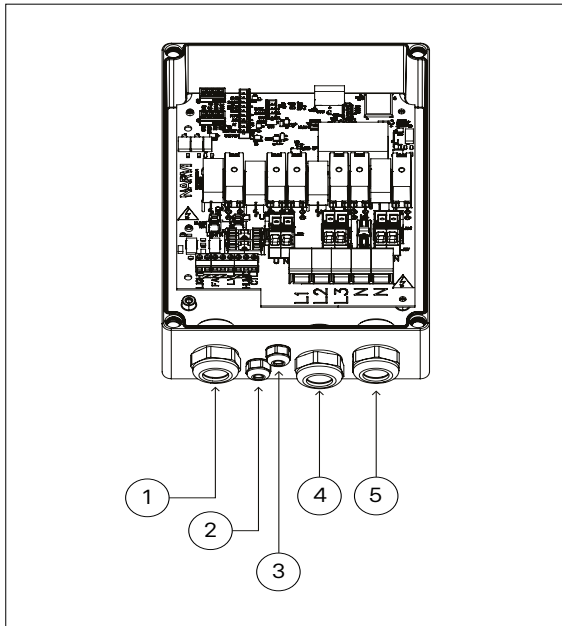
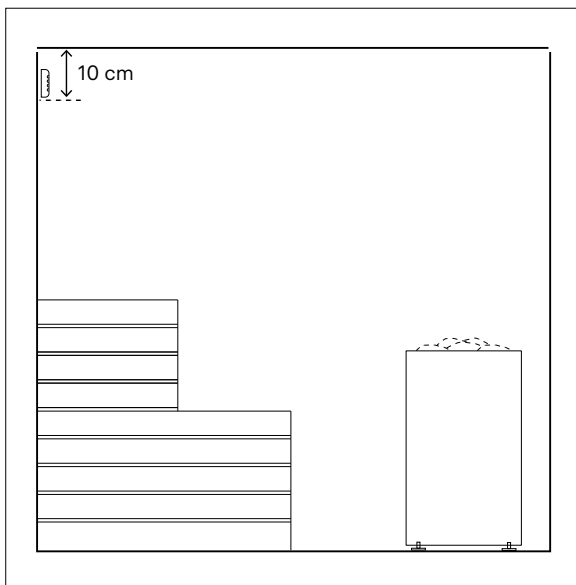
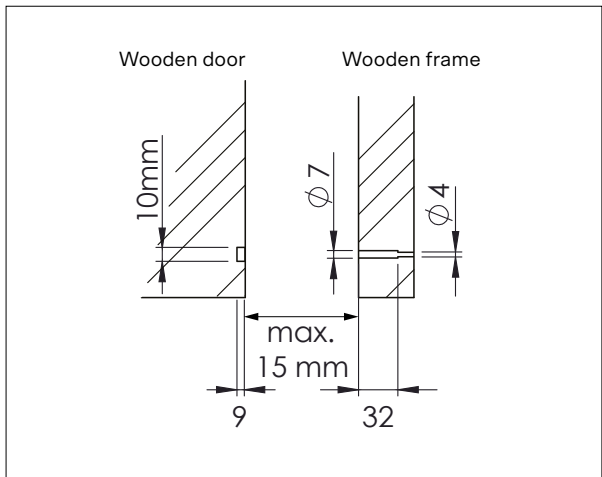

Abbildung 6.4-1 Kabeleingänge der Leistungseinheit
Abbildung 6.7-1: Installation des Feuchtigkeitssensors
Abbildung 6.8-3: die Einbettung des Türsensors und des Magneten
Der Feuchtigkeitssensor wird an der Wand hinter den Bänken installiert, und zwar in einem Abstand von 100 mm zur Decke (Abbildung 6.7-1).
- Das Kabel des Bedienfelds wird durch das vorgesehene Rohr in den Anschlusskasten der Leistungseinheit verlegt (Abbildung 6.4-1). Das Kabel wird gemäß dem Anschlussplan an den Stecker angeschlossen (Abschnitt 5.3).
benötigen, müssen Sie sich ein zugelassenes, durchgehendes Kabel in der erforderlichen Länge besorgen. Das Kabel des Sensors sollte durch die vorgesehene Leitung (Abbildung 6.4-1) in den Anschlusskasten der Leistungseinheit geführt und gemäß dem Anschlussplan (Abschnitt 5.3) an den Stecker angeschlossen werden. Der Fühler wird mit den mitgelieferten Schrauben (2 Stk Ø 2,9 x 16) an der Holzoberfläche befestigt. Für andere Oberflächenmaterialien wird das Montagezubehör je nach Oberflächenmaterial und Befestigungsmethode ausgewählt.
Der Feuchtigkeitssensor ist ein Niederspannungsbauteil, das an der Wand hinter den Saunabänken angebracht wird, so dass er nicht direkt dem Dampf oder der vom Ofen aufsteigenden Hitze ausgesetzt ist (Abbildung 6.7-1). Der Feuchtigkeitssensor wird mit einem 6 Meter langen Kabel (SIHF-O 4x0,25) geliefert, das nicht verlängert werden darf. Wenn eine größere Entfernung erforderlich ist, muss ein einzelnes, durchgehendes, vom Hersteller zugelassenes Kabel verwendet werden. Das Kabel des Sensors sollte durch die vorgesehene Leitung (Abbildung 6.4-1)
Die Schalter- und Magnethalter lassen sich entweder mit den mitgelieferten Schrauben (Stk Ø 2,9 x 16) oder mit doppelseitigem Klebeband befestigen. Der Schalter und der Magnet können auch in die Holztür und den Rahmen gemäß der schematischen Darstellung (Abbildung 6.8-3) eingebaut werden. Das Kabel des Türsensors (5 m) wird durch das vorgesehene Kabelrohr (Abbildung 6.4-1) in den Anschlusskasten des Ofens verlegt und gemäß dem Anschlussplan (Abbildung 5.3) an den Stecker angeschlossen. Falls erforderlich, kann das Kabel durch eine Verbindung gemäß den Installationsstandards verlängert werden.
- Das Kabel der Beleuchtung sollte durch die dafür vorgesehene Kabelverschraubung (Abbildung 6.4-1) in den Anschlusskasten der Leistungseinheit geführt und gemäß dem Anschlussplan (Abschnitt 5.3) angeschlossen werden.
- Das Lüfterkabel sollte durch die dafür vorgesehene Kabelverschraubung (Abbildung 6.4-1) in den Anschlusskasten der Leistungseinheit geführt und gemäß dem Anschlussplan (Abschnitt 5.3) angeschlossen werden.